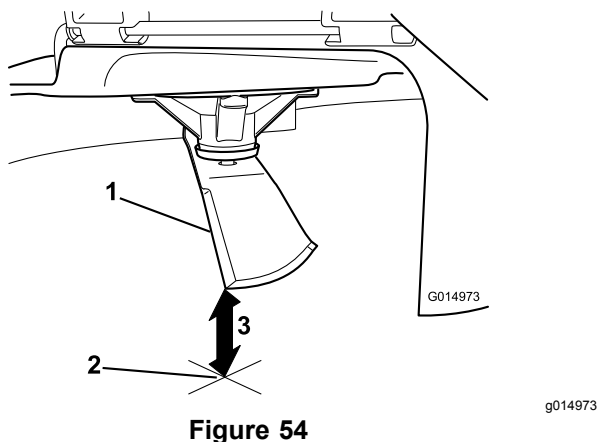

Figure 54
5. Mesurez la distance entre la pointe de la lame et la surface plane (Figure 54).